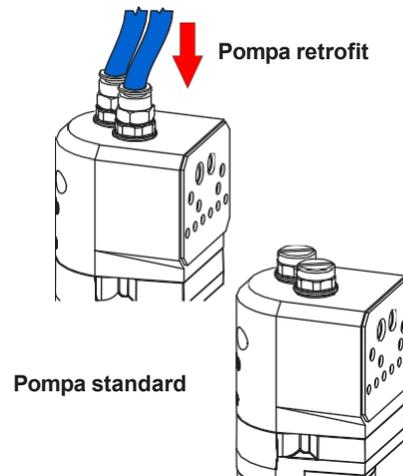

Figura 18 Reinstallazione del tubo dell'aria di spurgo
4. Vedere la Figura 18. Installare i gruppi di tubi di fluidificazione nel corpo della pompa. Serrare i tappi di accesso, quindi ricollegare il tubo dell'aria di spurgo.